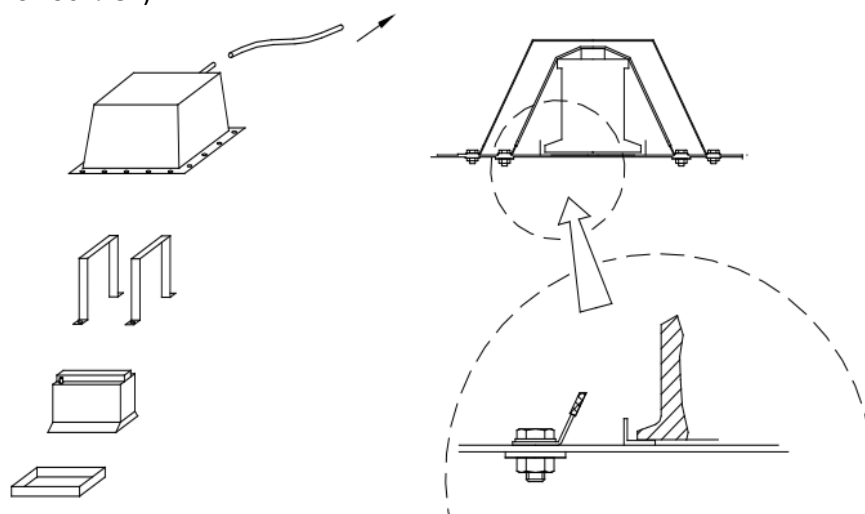

Рис. 5.7. Крепление аккумуляторной батареи.
- Если первоначальное месторасположение аккумуляторной батареи изменено, то она должна быть полностью закрыта электроизолирующим колпаком. Батарея должна быть прикреплена к кузову с использованием металлического гнезда и двух металлических хомутов (не менее 5 мм в диаметре) или металлических пластин (толщина не менее 3 мм, ширина не менее 25 мм) с любым изоляционным покрытием, прикрепленных к основанию болтами и гайками (Рис. 5.7). Для крепления хомутов и пластин должны быть использованы болты диаметром не менее 10 мм, под каждым болтом должна размещаться контршайба толщиной не менее 3 мм, покрывающая не менее 20 см² площади кузова. Допускается крепление батареи оригинальными деталями, если таковые предусмотрены для крепление в этом же месте (например, для крепления в багажнике у соплатформенных автомобилей).